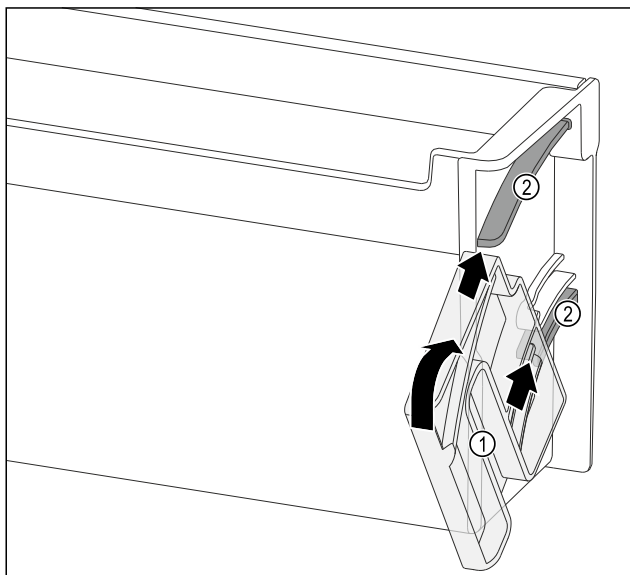

Fig. 121
- Dreheinheit Fig. 121 (1) so positionieren, dass die Aussparungen genau gegenüber den Führungskanälen Fig. 121 (2) des Türabstellers liegen.
- Dreheinheit Fig. 121 (1) in die angegebene Richtung drehen.